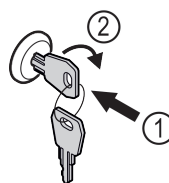

Fig. 128 Representación a modo de ejemplo
- Introducir la llave Fig. 128 (1).
- Girar la llave 90° en sentido horario Fig. 128 (2).